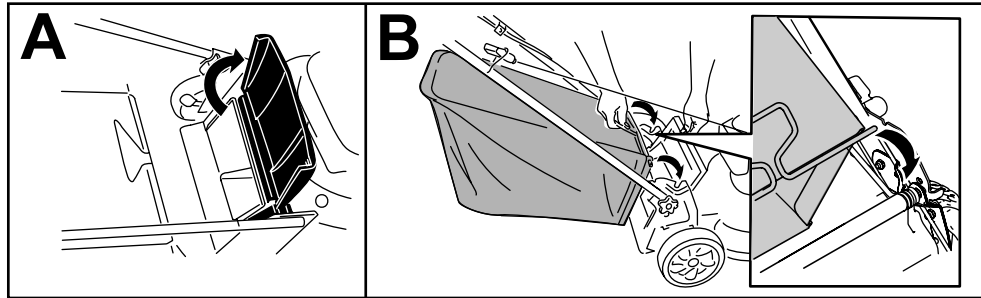

Figure 22
1. Soulevez le déflecteur arrière et maintenez-le dans cette position (A de Figure 22).
2. Installez le bac à herbe en veillant à insérer les ergots dans les crans du guidon (B de Figure 22).